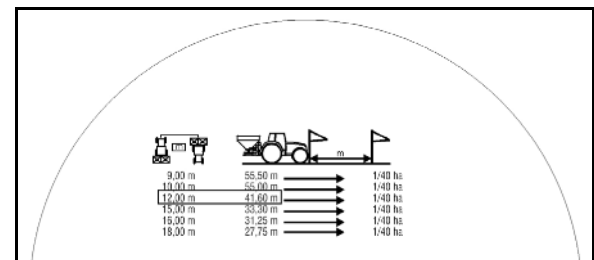
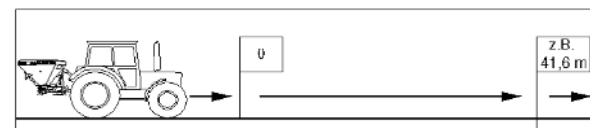

図 70
図 71
3. ノモグラフの表 (図 70) または計算用ディスク (図 71) の背面から、希望する作業幅 (12 m) 用に必要な測定距離 (41.6 m) を読み取ります。